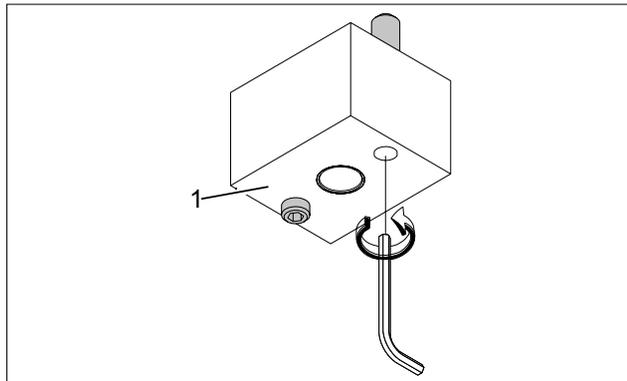

Abb. 16 Gewindestifte lösen
3. Gewindestifte mit Innensechskantschlüssel herausdrehen, bis der Gewindestift und das Nicht-Kopf-Ende des Tragklotzes (Abb. 16/1) bündig abschließen.